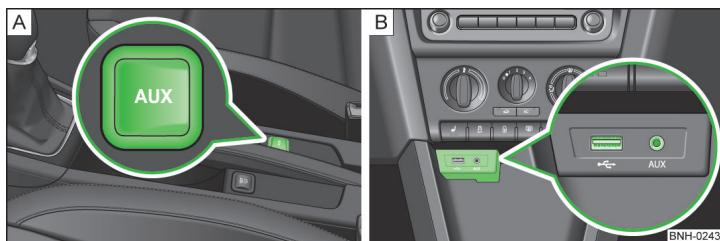

Fig. 87 Intrare AUX / Intrare MDI
- » între scaunele din față, în consola centrală » fig. 87 - A;
La autovehiculele cu intrare MDI, acesta se găsește în consola centrală față, deasupra compartimentului de depozitare » fig. 87 - B.